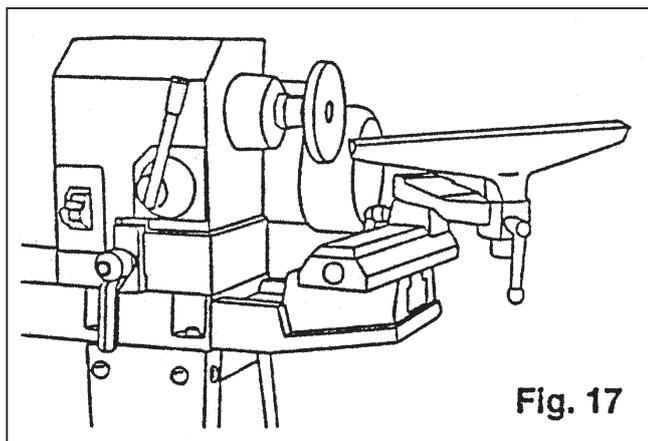

Fig. 17
1. Dreieanlegget (1) kan brukes med eller uten arm (2).
2. For å flytte anleggsfestet (3), løsne låsespaken (4), og flytt festet fra venstre til høyre, eller fram og tilbake. Skru fast spaken (4) når anleggsfestet er i ønsket posisjon.
3. Ved bruk av anleggsarm (2), gjør nødvendige innstillinger ved å bruke låsespakene (5) og (6) for å stille inn anleggsfestet.
5. Dreieanlegget kan også omplasseres til forlengervangen og brukes ved utvendig dreieing. (Fig. 17)